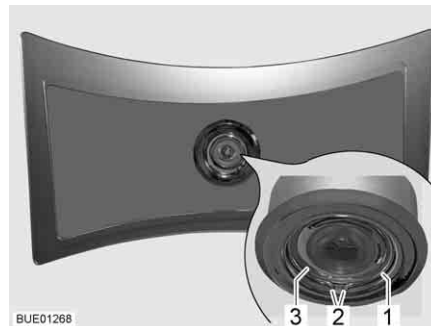

Fig. 265 Plafonnier
- Presser la rondelle élastique (Fig. 265,1) par ses deux extrémités (Fig. 265,2) et la retirer.
- Extraire le boîtier (Fig. 265,3) avec la DEL de la lampe.